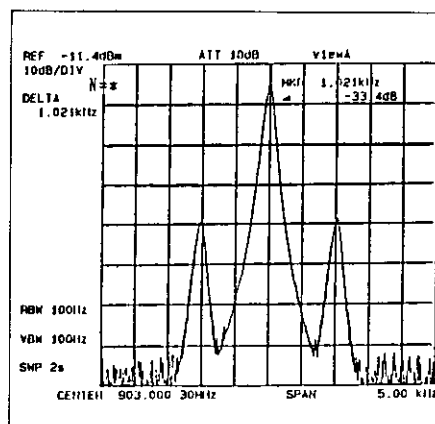

図 5-16 変調周波数が高く変調指数が小さいAM波の測定
- ② 中心周波数を搬送波の周波数に設定します。
- ③ マーカを搬送波のピークに合わせます。
- ④ Δマーカを変調信号スペクトラムのピークに合わせます (図 5-16)。